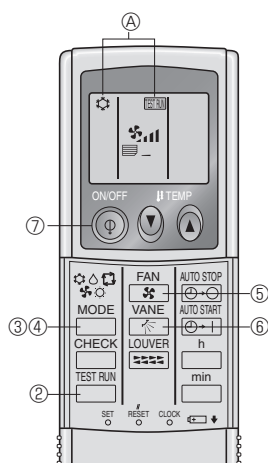

Fig. 7-5
7.2.2. Utilizar o controlo remoto sem fio (Fig. 7-5)